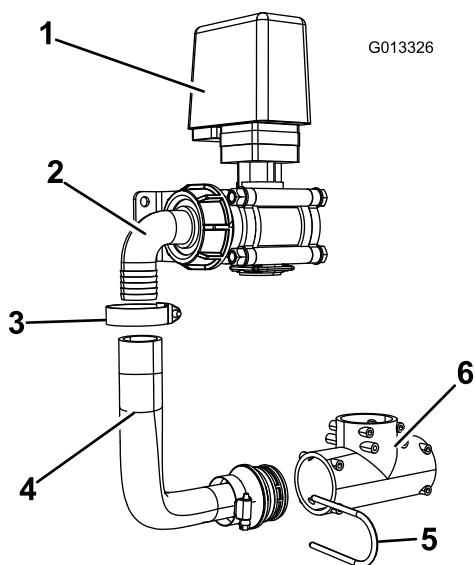

Figura 15
2. Afloje la abrazadera que sujeta la manguera de agitación al codo de 90 grados de la válvula de agitación y retire la manguera. Retire la horquilla de retención que sujeta el otro extremo de la manguera al acoplamiento en T. Deseche el conjunto de la manguera de agitación. Guarde la abrazadera y la horquilla de retención (Figura 15).